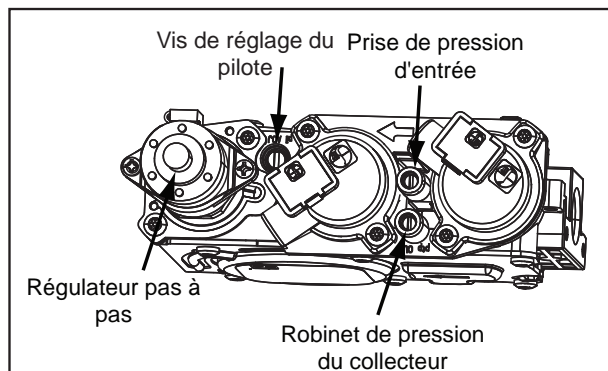

Figure 24: Diagramme de vanne de gaz
- a) Retirez le moteur pas à pas existant à l'aide d'un tournevis T20 (voir Figure 24).
5. Allumez le pilote et vérifiez s'il y a des fuites dans la ligne de pilote en aluminium. Si une fuite est évidente, contactez votre revendeur ENVIRO pour un remplacement de la ligne pilote. **AVERTISSEMENT: N'ESSAYEZ PAS DE FIXER CETTE LIGNE, IL DOIT ÊTRE REMPLACÉ SI ENDOMMAGÉ.** Le pilote devrait couvrir correctement le thermocouple et la thermopile. Si un réglage est nécessaire, tournez la vis de réglage dans la vanne (voir la figure 24) dans le sens des aiguilles d'une montre pour diminuer et dans le sens antihoraire pour augmenter jusqu'à ce que la flamme soit correcte (voir la figure 14).